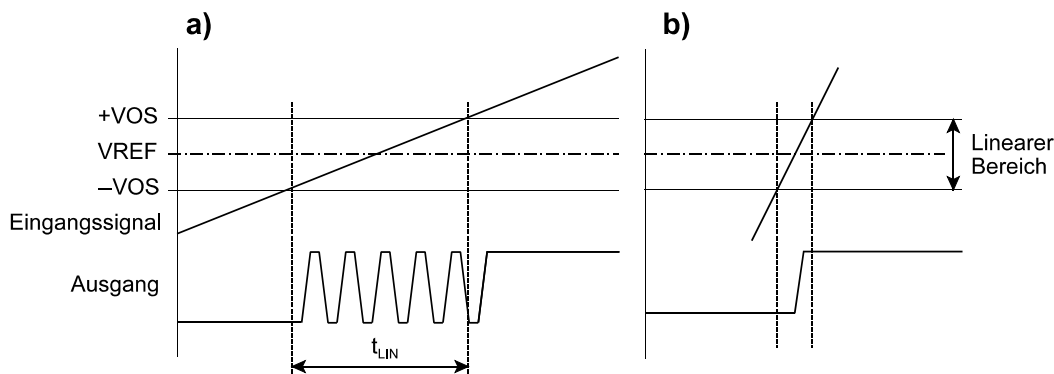

Abb. 6.12 Das Ausgangssignal in Abhängigkeit vom Verlauf der Differenzspannung.
Abbildung 6.12 veranschaulicht das Problem. Ein Eingangssignal wird mit einer Referenzspannung verglichen. Die Schaltschwelle liegt im linearen Bereich $V_{REF} \pm V_{OS}$. Verbleibt die Eingangsspannung längere Zeit in diesem Bereich, entstehen Schwingungen am Ausgang (Abbildung 6.12a). Wird hingegen der lineare Bereich in einer so kurzen Zeit durchlaufen, dass der Komparator gar nicht so schnell hin- und herschalten kann, ergibt sich nur eine einzige Signalflanke (Abbildung 6.12b).
1. Die Differenzspannung steigt an oder fällt ab, ohne zwischenzeitlich die Richtung zu wechseln (monotoner Spannungsverlauf), verbleibt aber zu lange im linearen Bereich (zu langsame Signaländerung; vergleiche Abbildung 6.12). Die Schwingungen entstehen vor allem aufgrund der kapazitiven Rückkopplung vom Ausgang auf den Eingang und der hohen Spannungsverstärkung. Die Schwingfrequenz ist hoch (mehrere...viele MHz).